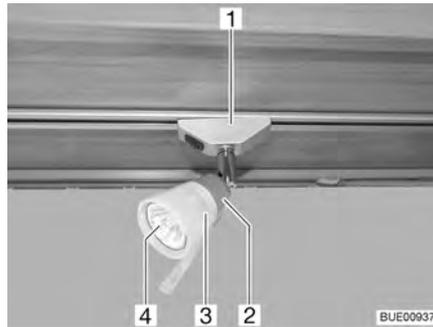

Fig. 256 Spot halogène (coulissant)
- Faire pivoter le spot halogène (Fig. 256,1) de 90° et le sortir du rail.
- Tourner l'abat-jour (Fig. 256,3) dans le sens inverse des aiguilles d'une montre.
- Extraire avec précaution l'abat-jour avec l'ampoule halogène (Fig. 256,4) de la douille (Fig. 256,2).